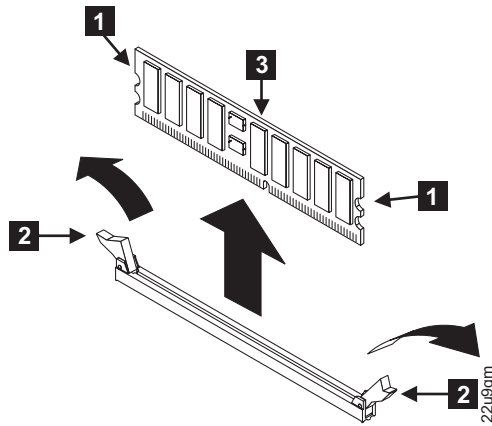

図 113. メモリー・モジュールの取り外し
- クリップ **2** を外側に押しながら開きます。このアクションで、メモリー・モジュール **3** をコネクタから引き出します。326 ページの図 113 を参照してください。